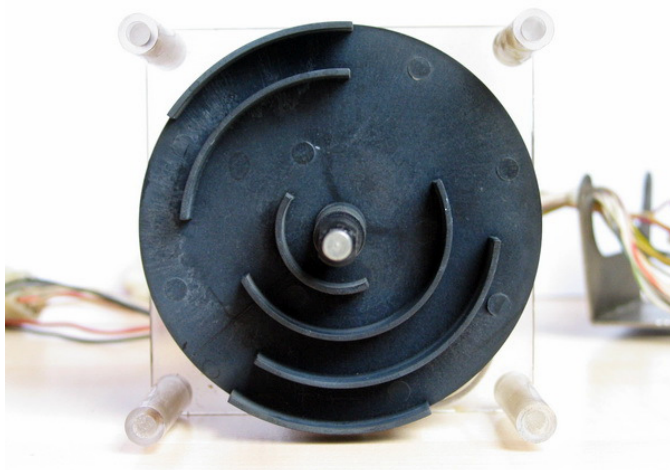
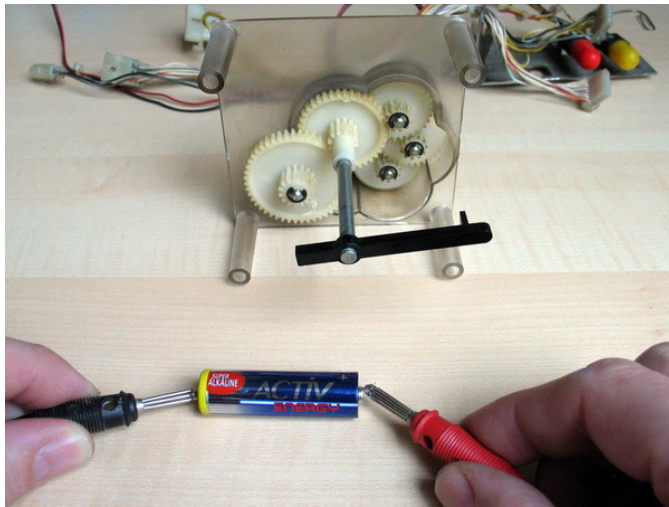

Figure 2
Figure 3
- Uniquement lorsque le pointeur dans le développement de l'horloge ont été en position 12 l'horloge de l', vous fixez le disque noir, **tout** comme dans la figure 2 montre a. Sinon, vous suivez simplement les instructions à la figure 3